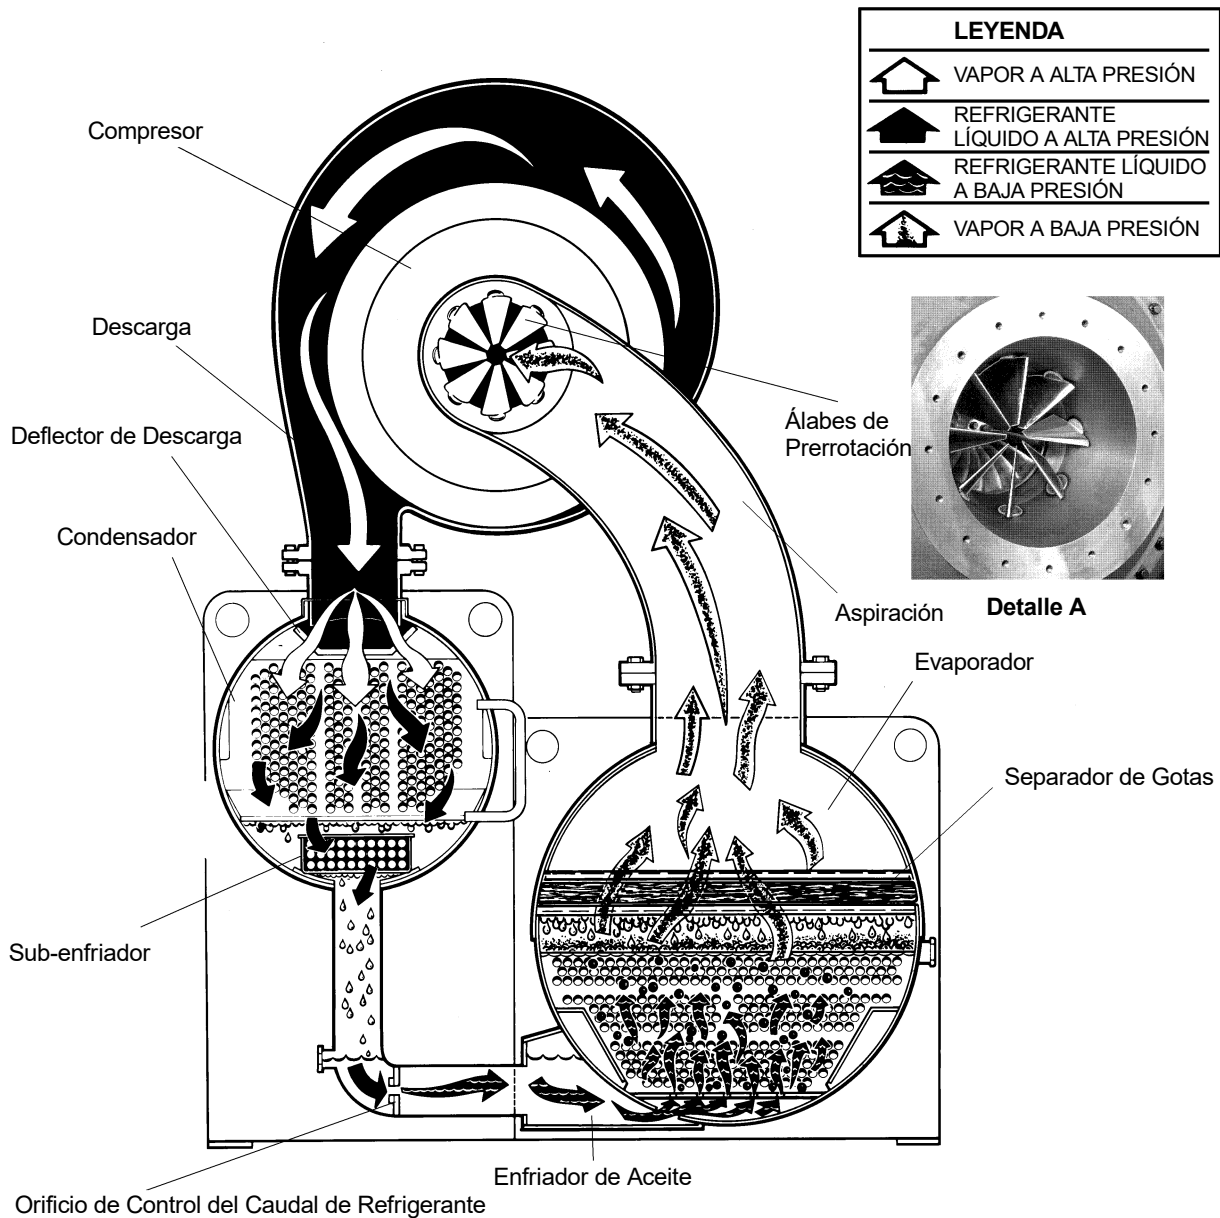

Figura 2.2 Diagrama de Flujo del Refrigerante
2.2 Control de Capacidad (Figura 2.2)